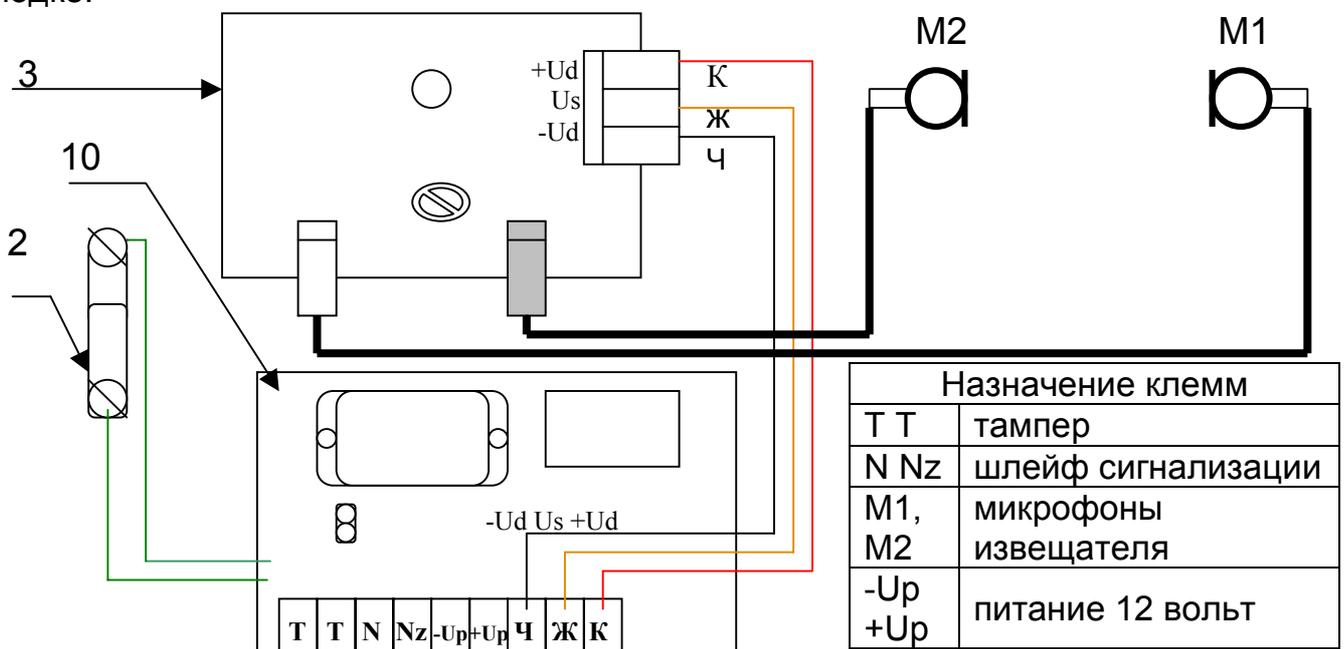

Рис. 3 Схема подключения
Схема подключения плат представлена на рис.3, где цифрами обозначены соответствующие блоки, а буквами цвет провода подключаемого к клеммной колодке.
3. Подключите устройство в соответствии со схемой приведенной на рис. 3.